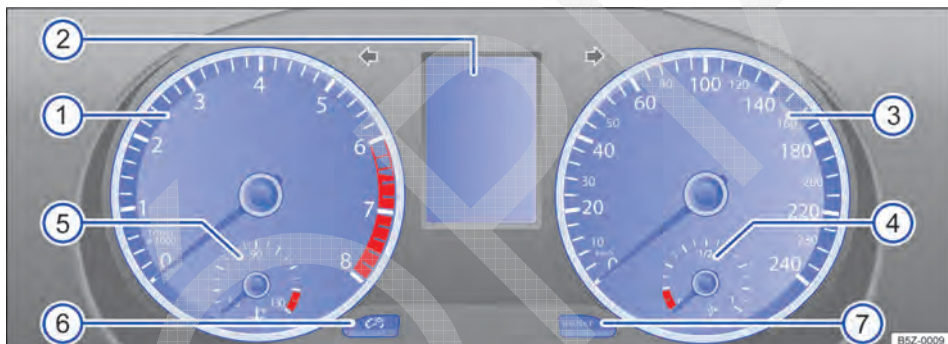

Fig. 9 Instrumento combinado no painel de instrumentos.
Significado dos instrumentos → Fig. 9:
- Com a ignição ligada, para ajustar o relógio, se necessário, alterar para o indicador do relógio, pressionar a chave → Fig. 12 ② para cima ou para baixo ou pressionar o botão de ajuste → Fig. 9 ⑦.
O indicador do intervalo de serviço aparece no display do instrumento combinado → Fig. 9 ②.